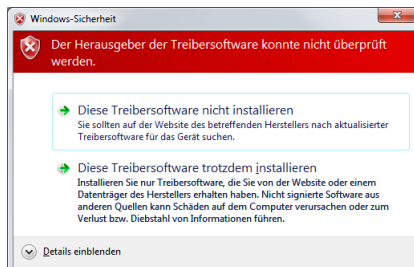

Abb. 21 Bestätigung der Treiberinstallation
6. *Diese Treibersoftware trotzdem installieren* auswählen (s. Abb. 21), um die Treiber zu installieren.